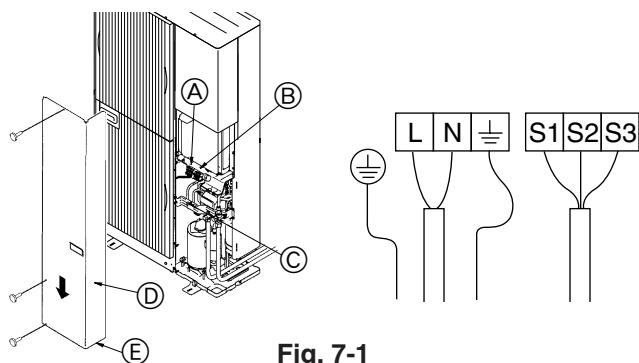

Fig. 7-1
7.1. Buitenapparaat (Fig. 7-1)
- ① Verwijder het onderhoudspaneel.
- ② Sluit de kabels aan volgens Fig. 7-1.